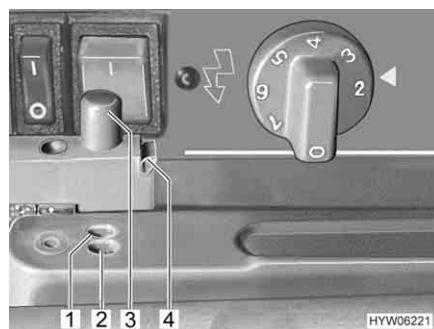

Fig. 72 Dispositif de verrouillage de la porte du réfrigérateur
- Libérer le dispositif de blocage en exerçant une pression latérale sur la cale de sécurité verte (Fig. 72,4). La goupille de blocage (Fig. 72,3) sort de son logement.
- Enfoncer la goupille de blocage (Fig. 72,3), de telle sorte qu'elle s'enclenche dans le trou extérieur (Fig. 72,2).
- Enfoncer la goupille de blocage (Fig. 72,3), de telle sorte qu'elle s'enclenche dans le trou intérieur (Fig. 72,1). La porte du réfrigérateur reste ainsi légèrement ouverte.